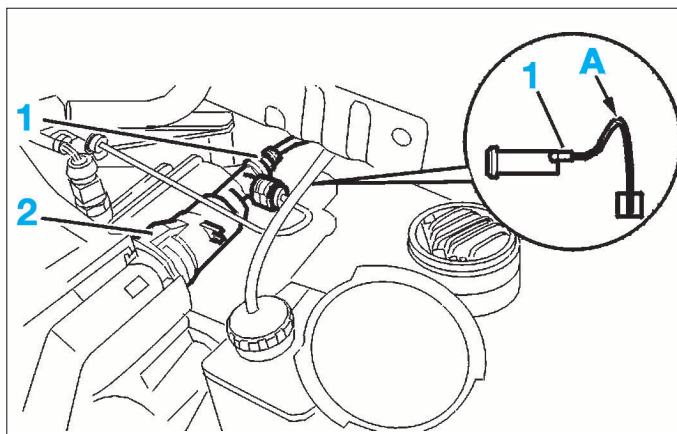

FIG. 16
- Brancher un tuyau transparent sur la vis de purge (1) (Fig.16) et le relier à un bocal situé plus bas que le cylindre-récepteur de commande hydraulique (2).
- Créer un siphon (A) vers le haut avec le tuyau transparent qui est en contact avec le fond du bocal.